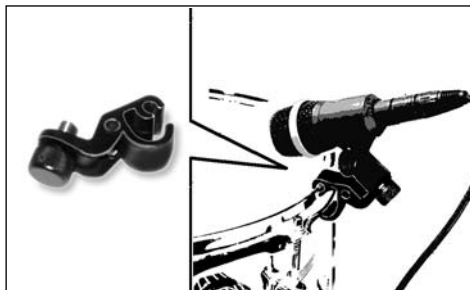

Fig. 4: Fixar o microfone no tom-tom.
Veja fig. 4.
- Veja fig. 4 na página 63.